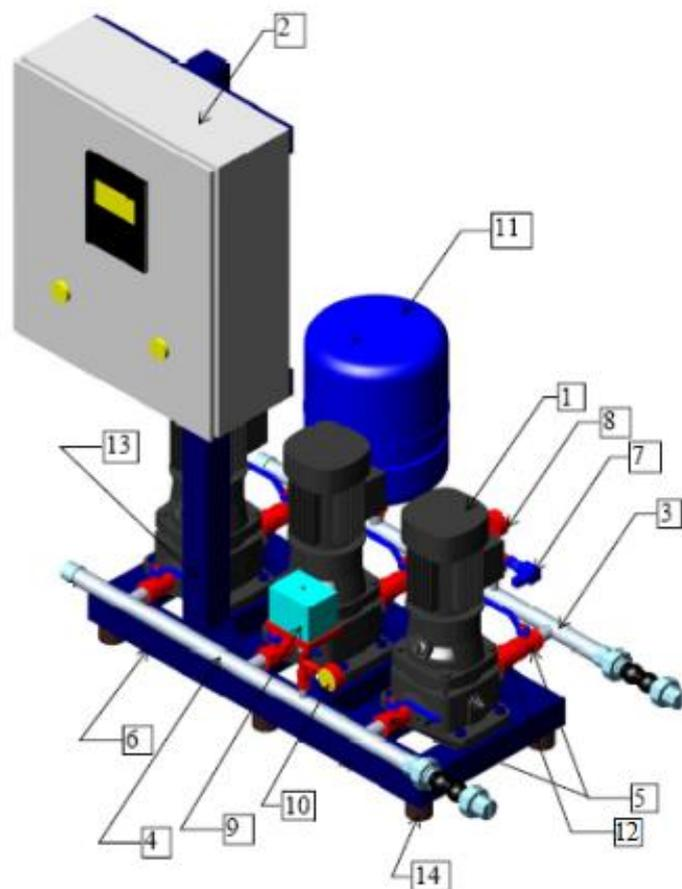

Рисунок 1 — Внешний вид установки насосной тип WaterJump-CW/-PW
**Узел 1.** Гидравлические и механические компоненты установки (см. рис.1): Установка размещена на каркасной раме (6) с регулируемыми по высоте виброопорами (14). Она состоит из высоконапорных центробежных насосов (1), которые объединены с помощью всасывающего (4) и напорного коллекторов (3). На каждом насосе на стороне всасывания и нагнетания установлена запорная арматура (5), на стороне нагнетания установлен обратный клапан (12). На всасывающем коллекторе установлено реле давления для защиты насосов от сухого хода (10) и манометр (9), для станций типа PW дополнительно устанавливается преобразователь давления (7), чтобы обеспечить работу установки в режиме поддержания давления. На коллекторе нагнетания установлен преобразователь давления (7) и манометр (8). Мембранный бак (гидробак) (11) предназначен для поддержания рабочего давления, защиты от гидроударов и уменьшения количества включений-выключений насосов. В станциях типа PW установка мембранного бака является дополнительной опцией.
**Узел 2.** Шкаф управления (2) установлен на отдельной стойке (13) на каркасной раме (6). К ШУ произведено подключение всех электрических компонентов установки. Окончательный монтаж проводки в ШУ выполняется заказчиком.